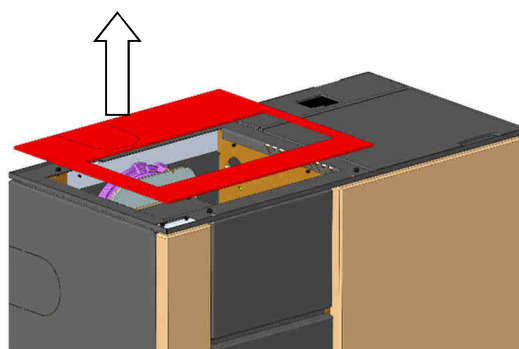

Fig. 19 : retrait du couvercle de l'appareil
2. Retirer le couvercle encastré de l'appareil vers le haut (Fig. 19).